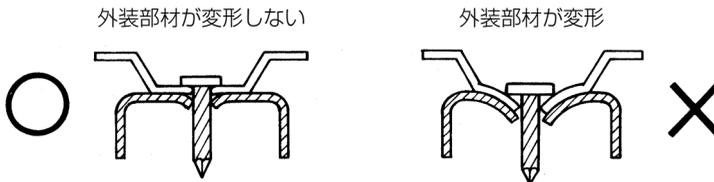

図 18
- 鋼板打ちでの打ち込み過ぎは、極端に保持力が低下しますので、打ち込み深さを使用空気圧力、アジャスタ (24、25 ページ参照) で調整して、使用してください。(図 18)